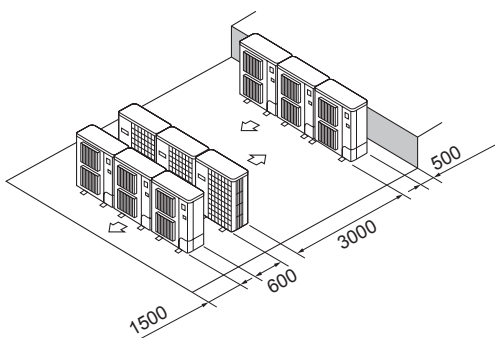

Fig. 2-17
- ⑥ Vairāku iekārtu paralēls novietojums (Fig. 2-17)